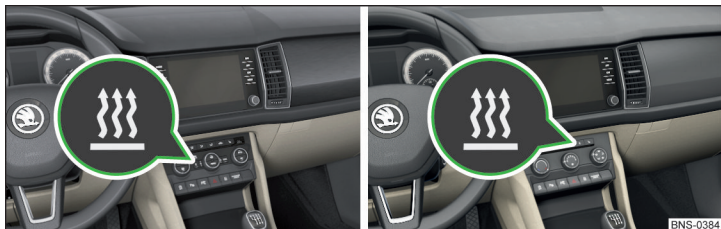

Fig. 167 Touche pour l'activation/la désactivation (Climatronic / climatisation manuelle)
- ▶ au moyen de la touche sur l'unité de commande du climatiseur » fig. 167.
Lorsque l'activation automatique est activée, le voyant dans la touche de symbole » fig. 167 s'allume pendant 10 secondes env. après la coupure du contact.